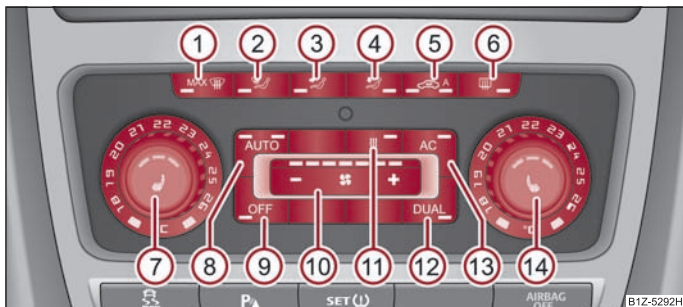

Abb. 108 Climatronic: Bedienelemente
- Drücken Sie die Taste  ⇒ Seite 100, Abb. 108.
- Drücken Sie die Taste ⇒ Abb. 108. In der Taste leuchtet die Kontrollleuchte. ►
- Durch das erneute Drücken des Schalters (AC) wird die Kühlung ausgeschaltet. Die Kontrollleuchte in der Taste erlischt. Aktiv bleibt nur die Funktion Lüftung, bei der keine niedrigere Temperatur als die Außentemperatur erreicht werden kann. ■
- Nach dem Einschalten der Zündung können Sie mit dem Drehregler ⑦ → Seite 100, Abb. 108 die Temperatur für beide Seiten einstellen.
- Möchten Sie die Temperatur für die rechte Seite einstellen, drehen Sie den Drehregler ⑭. Die Kontrollleuchte in der Taste (DUAL) leuchtet auf, es wird angezeigt das unterschiedliche Temperaturen für die linke und rechte Seite eingestellt werden können.
- Wenn die Frontscheibe beschlägt, drücken Sie die Taste ① ⇒ Seite 100, Abb. 108. Nachdem die Frontscheibe beschlagfrei ist, drücken Sie die Taste .
- Drücken Sie die Taste ⇒ Seite 100, Abb. 108.